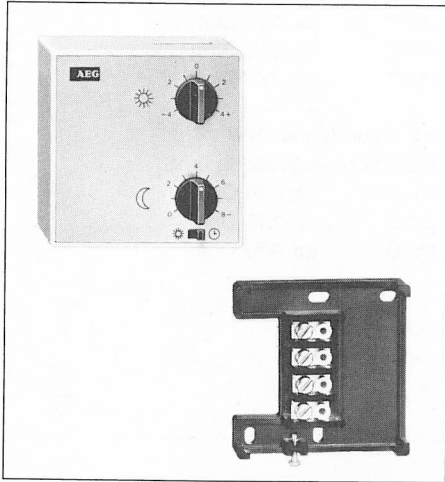

Bild 9 Fernbedienung FB4/FBN, Raumfühler RFS3
4.2.1 Fernbedienung FB4 (Bild 9)
4.2.2 Fernbedienung FBN (Bild 9)
4.2.3 Raumfühler RFS3 (Bild 9)
3.3 Fernbedienung FB4 (Bild 9)
3.4 Fernbedienung FBN, Raumfühler RFS3/RFN (Bild 9 + 10)